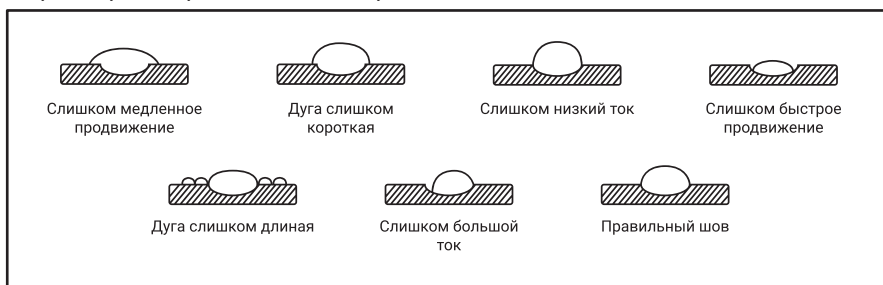

рис.4
7. Параметры сварочных швов на рис.4: